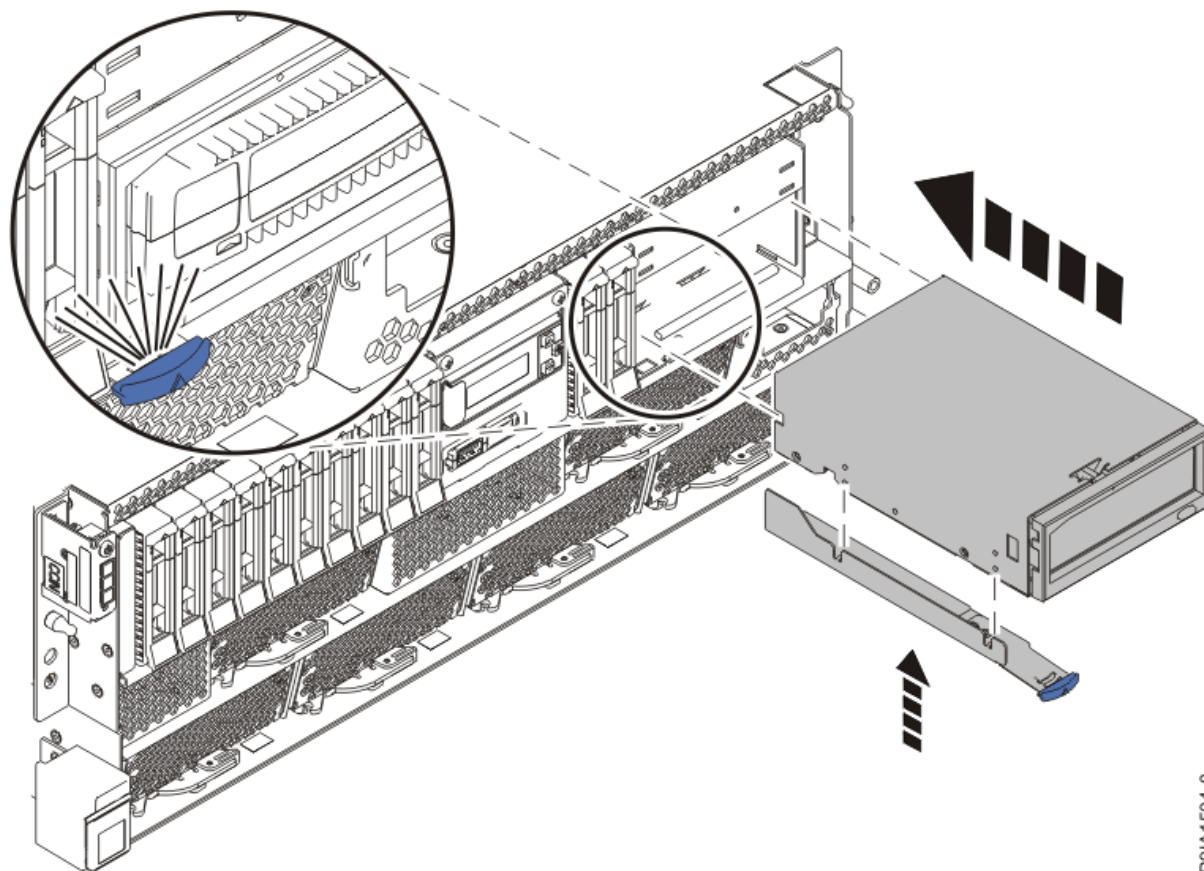
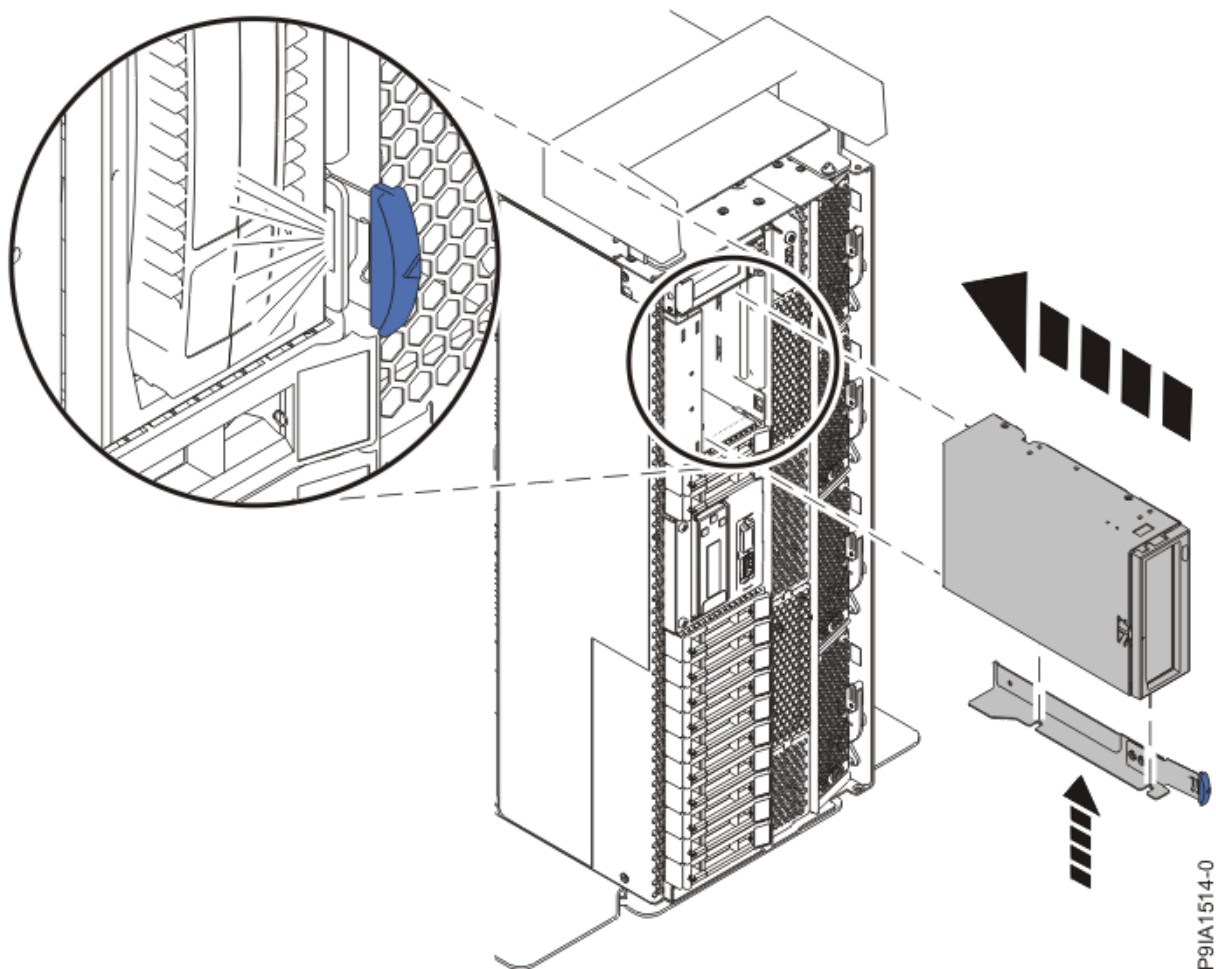

図 14. ラック・マウント型システムへの内蔵 RDX ドッキング・ステーションの再取り付け
図 15. スタンドアロン・システムへの内蔵 RDX ドッキング・ステーションの再取り付け
11. 内蔵 RDX ドッキング・ステーションが所定の場所にロックするまでスライドさせてシステムに入れます (18 ページの図 14 または 19 ページの図 15 を参照)。